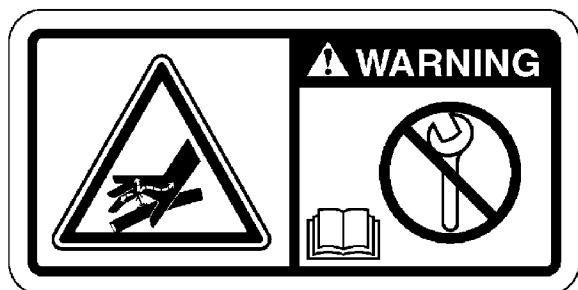

Ilustración 4
La etiqueta de advertencia para la Mano (Alta presión) (2) está ubicada en la parte superior del colector del combustible. Vea la ilustración 4.
La etiqueta de advertencia de éter (3) está ubicada en la tapa del múltiple de admisión. Vea la ilustración 4.
(3) Éter